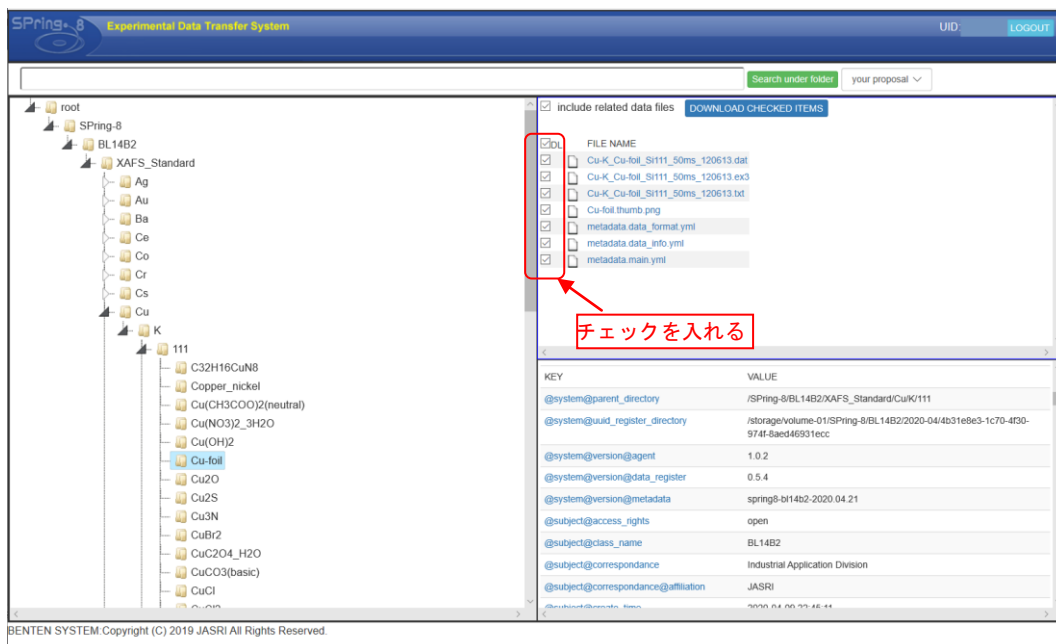

図 14 実験データ情報画面(Cu-foil)
(1) ダウンロードしたい試料の実験データにチェックを入れる(図 14)。